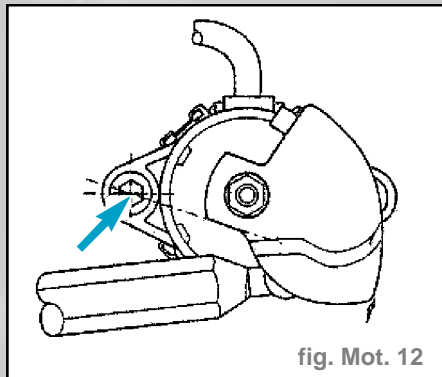

fig. Mot. 12
- Monter la poulie de renvoi dans la position correcte sur le transmetteur. La ligne prolongeant l'arête du méplat doit passer au centre du trou de fixation (fig. Mot. 12).